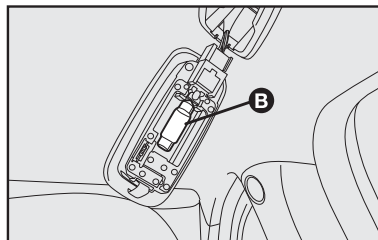

fig. 34
- substituir a lâmpada **B-fig. 34**, liberando-a dos contatos laterais e certificando-se que a nova lâmpada esteja corretamente bloqueada entre os contatos.